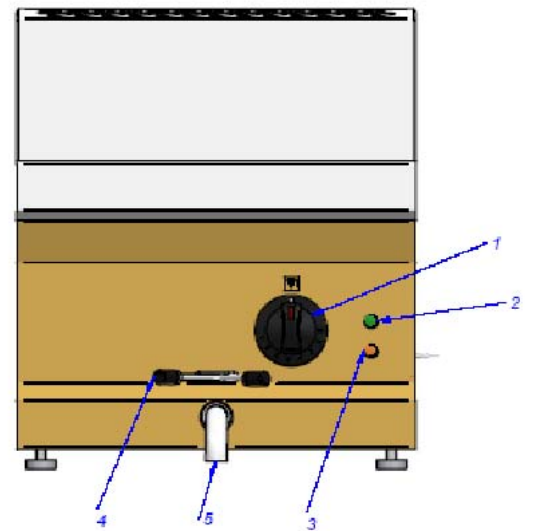

Fig. 3
- b) Girar el mando del regulador en sentido horario hasta que se encienda el piloto 3 (Fig. 3) La máquina está conectada, 1 (Fig. 4)
- c) Girar el mando del regulador en sentido horario a la posición deseada, 2 (Fig. 4) (TABLA 2). Se enciende el piloto 2 (Fig. 3).